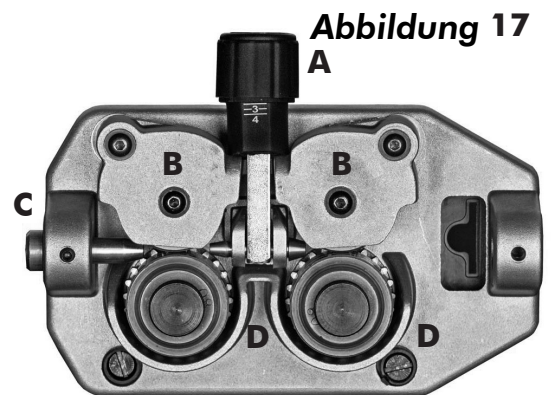

Abbildung 17
- Plastikdrehgriff lockern (A) und senken und die Drahthebel anheben (B) (Abb. 17). Etwaige Drahtrückstände aus der Draithülle entfernen.
- Draht aus der Spule lassen und mit einer Zange so festhalten, der er sich nicht abwickeln kann. Das Ende vor dem Einführen in die Führung (C) ggf. gerade biegen. Draht so einführen, dass er über den unteren Rollen (D) verläuft und die Draithülle eintritt.